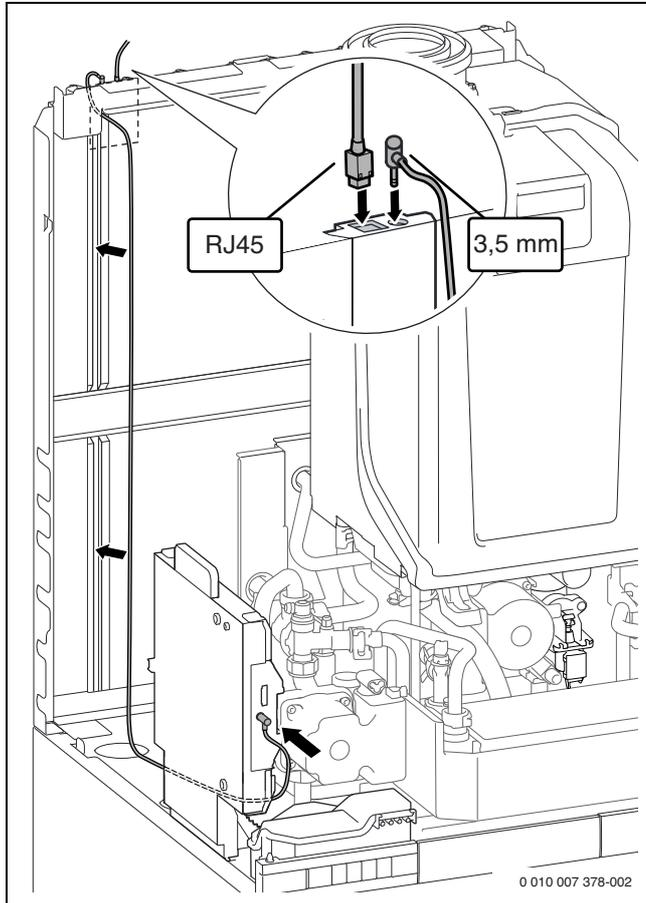

Bild 231 Anschluss und Verlegung des Kabels an Buderus Logamatic web KM100
- ▶ Kabel für den Anschluss von Buderus Logamatic web KM100 aus dem Lieferumfang entsprechend Bild 231 verlegen und anschließen.